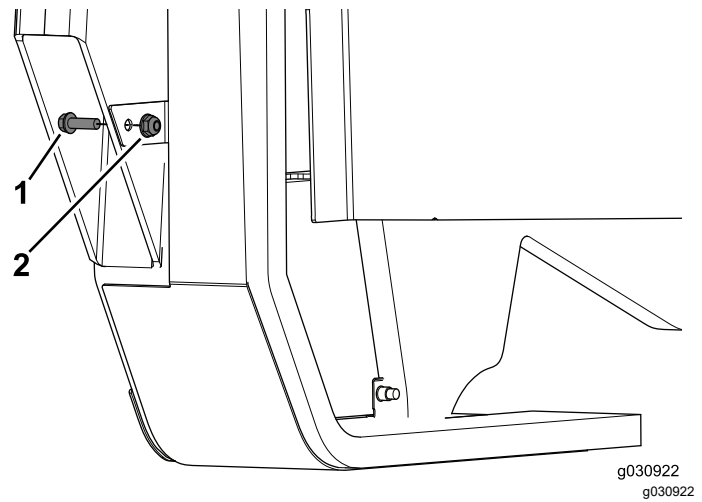

Figura 31
3. Utilizzate un bullone ($\frac{1}{4}$ " x $\frac{3}{4}$ ") e un dado flangiato ($\frac{1}{4}$ ") per completare il montaggio del gruppo del pannello (Figura 31).